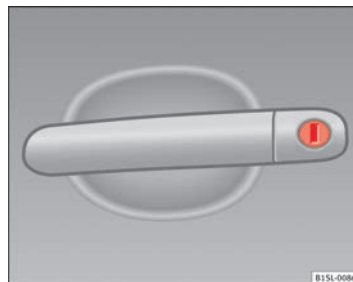

Fig. 127 Manípulo da porta do condutor com canhão de fechadura.
- Introduzir o palhetão no canhão da fechadura e destrancar ou trancar o veículo ⇒ Fig. 127.